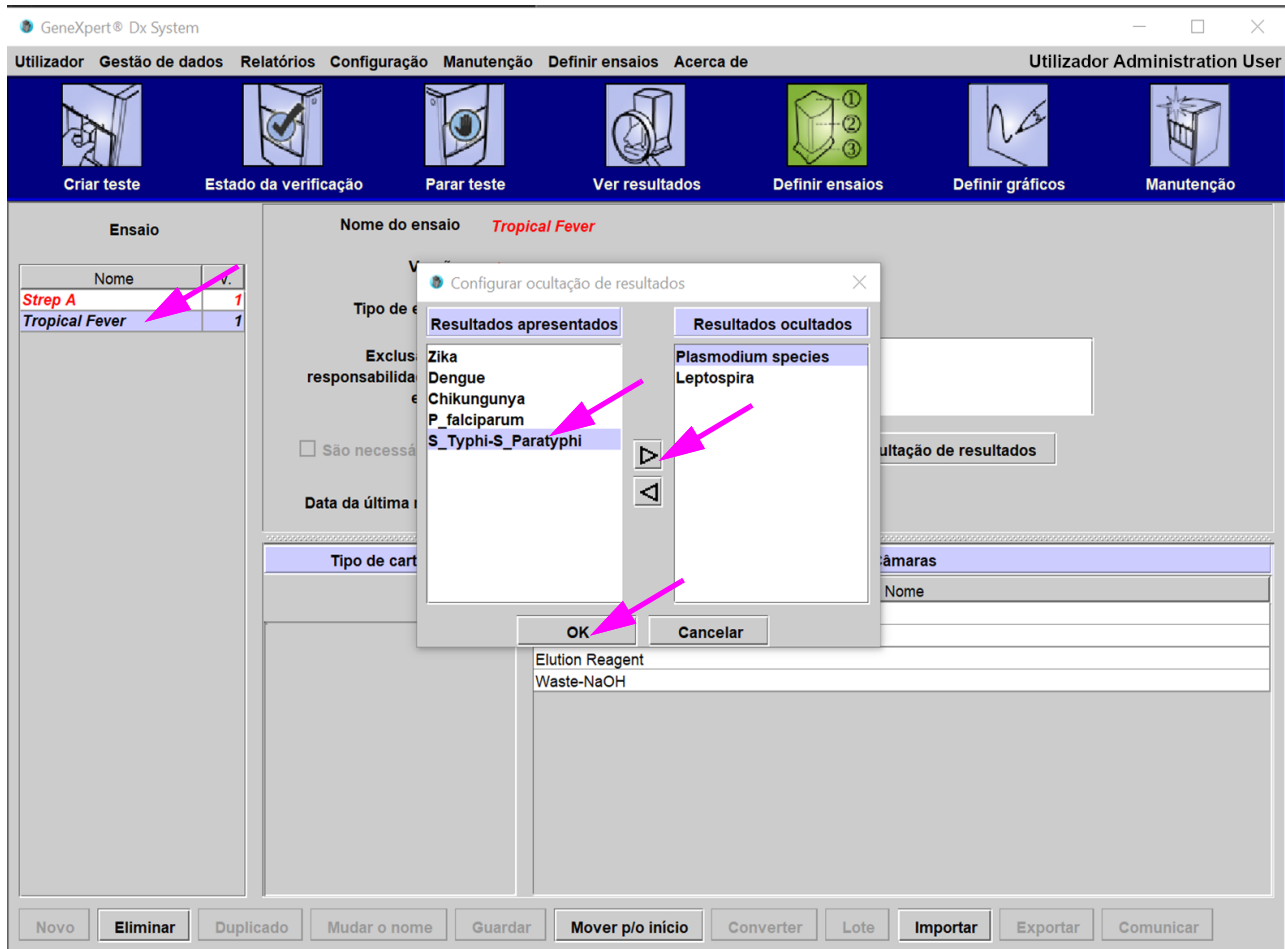

Figura 5-28. Ecrã “Definir testes” (Define Assays Screen) com sobreposição de “Configurar ocultação de testes” (Configure Results Masking Overlay)
- O ecrã “Definir testes” (Define Assays) apresenta (consulte figura 5-28).
3. Clique em **Configurar ocultação de resultados (Configure Results Masking)** (consulte a figura 5-28).
4. É apresentada a sobreposição de “Configurar ocultação de testes” (Configure Results Masking) (consulte a figura 5-28). A sobreposição de “Configurar ocultação de resultados” (Configure Result Masking) inclui duas colunas, Resultados apresentados (Displayed Results) e Resultados ocultados (Masked Results). Todos os resultados na coluna “Resultados apresentados” (Displayed Results) serão apresentados nos resultados finais dos testes. Os resultados na “Coluna ocultada” (Masked Column) não serão apresentados no resultado final do teste.